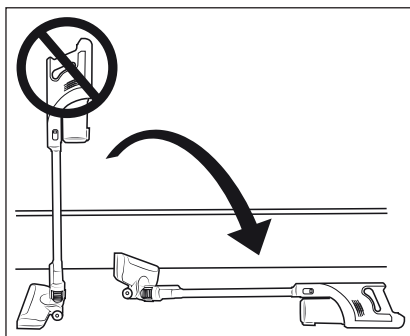

Afb. 8
- Laad de accu ② weer op zodra de accu-indicatie ②⑥ een geringe resterende lading van de accu ②  aangeeft.
- Het apparaat wordt uitgeschakeld kort nadat een lege accu ②  is aangegeven.
- De stofzuiger kan ook direct via de netvoedingsadapter ⑩ worden opgeladen. Haal daarvoor de gelijkstroomstekker ⑪ door een lichte draaiing uit de wandhouder ⑮ en steek hem in de oplaadaansluiting ③ op het apparaat (zie afb. 8).